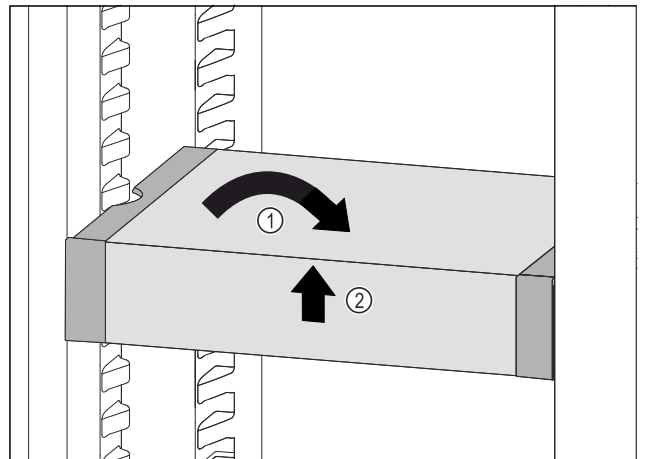

Fig. 81
- Coloque el VarioSafe en posición recta. Fig. 81 (1)
- Levante el VarioSafe por delante. Fig. 81 (2)